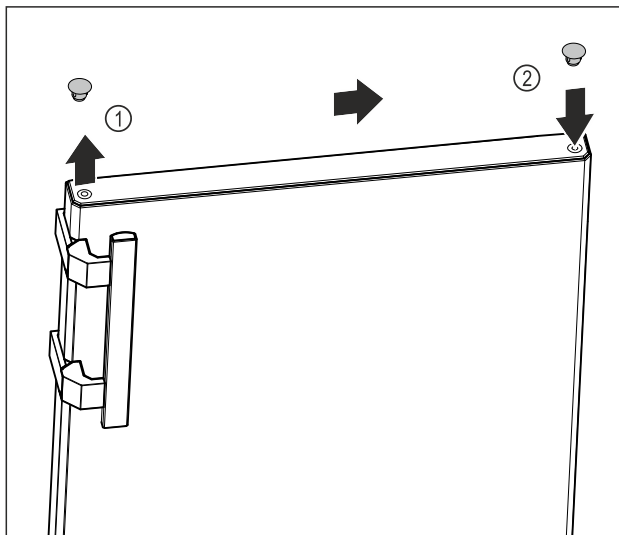

Fig. 9
- ▶ С плоска отвертка внимателно повдигнете покриващата тапа от горната страна на вратата Fig. 9 (1) и я извадете.
- ▶ Поставете покриващата тапа от другата страна. Fig. 9 (2)